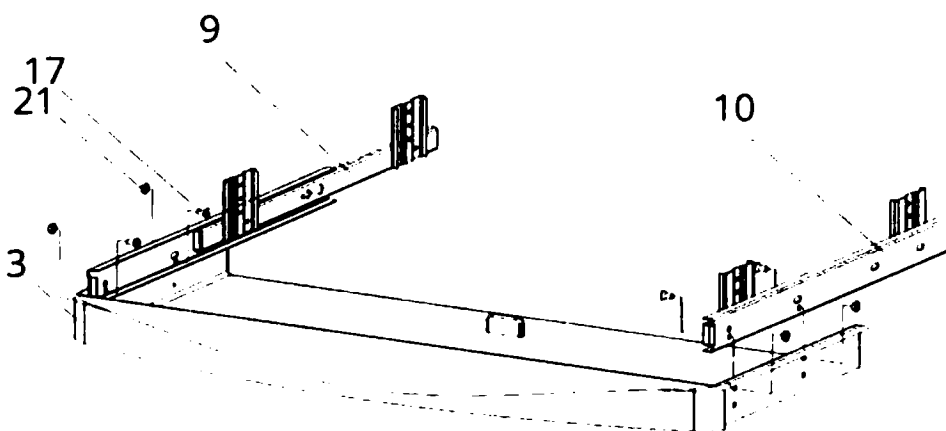

Рис. 2. Установка шариковых направляющих
- Установите шариковые направляющие (поз. 9 и 10 в табл. 1 и на рис. 2) с внутренней стороны выдвижной полки (поз. 3 в табл. 1 и на рис. 2), закрепив их винтами М3×8 (поз. 17 в табл. 1 и на рис. 2) и гайками М3 (поз. 21 в табл. 1 и на рис. 2). Шляпки винтов располагаются с внутренней стороны полки.